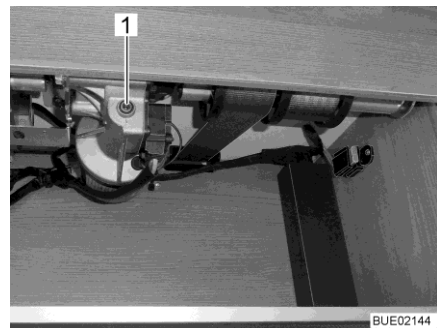

Fig. 149 Accesso all'azionamento
- Inserire nell'alloggiamento del motore (Fig. 149,1) la manovella a disposizione o una chiave esagonale.